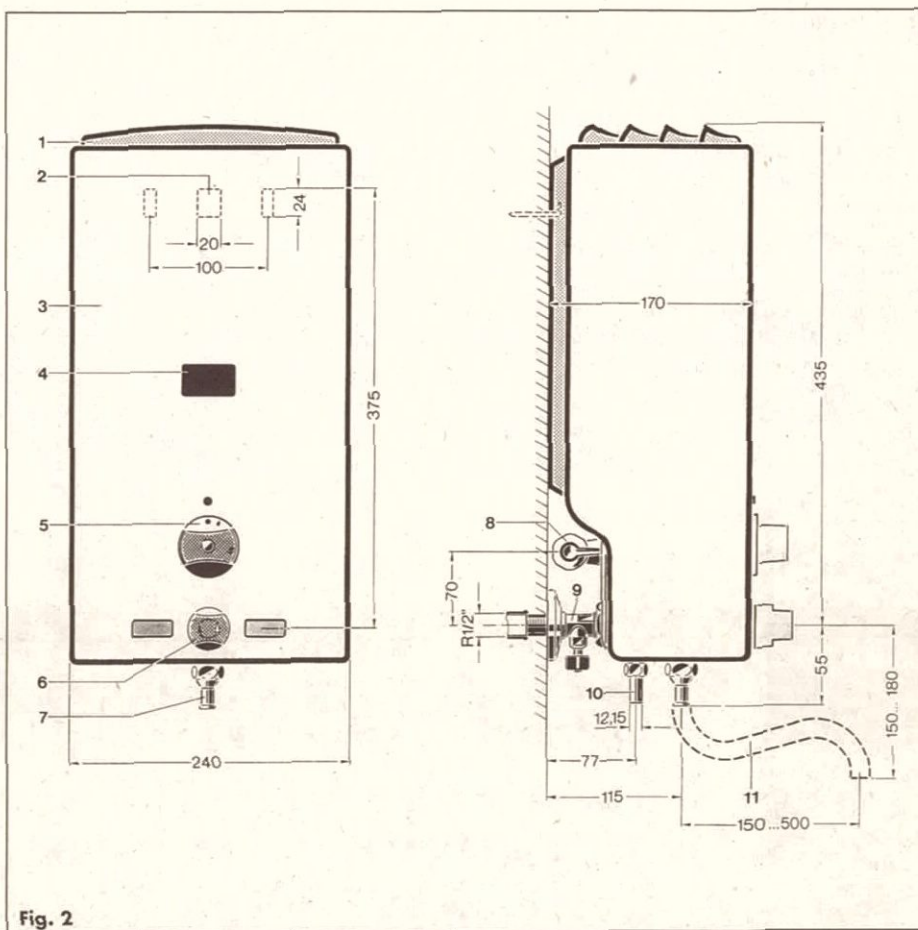

Fig. 2
- Le misure si possono desumere dalle figure 2 e 3 e i ganci vanno fissati al muro in base alle misure indicate e relative istruzioni